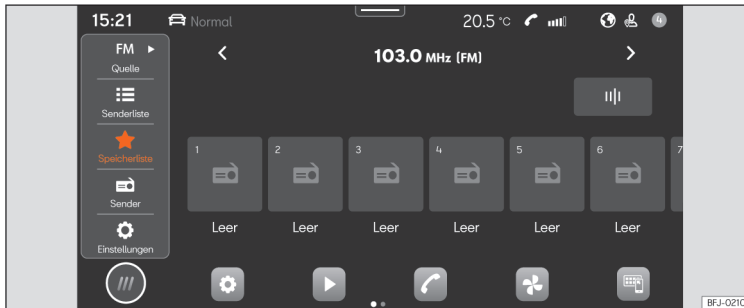

Abb. 126 Schematische Darstellung: Ansicht Radio.
- Drücken Sie **HOME** > >>> **Abb. 126**.